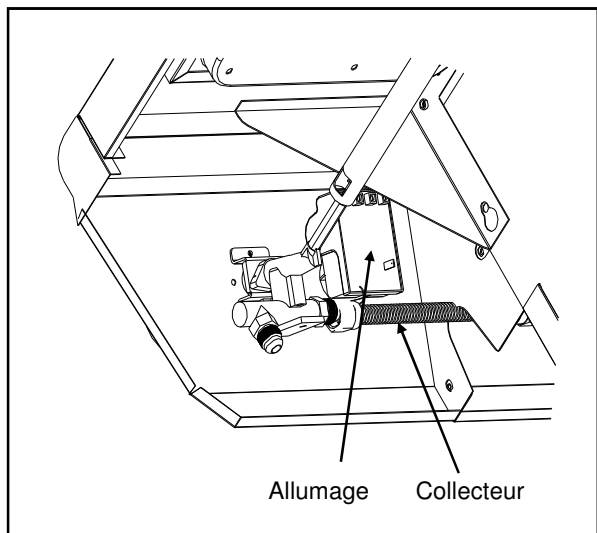

Fig.27
- (d) Poussez le bouton de commande (U) sur la tige de contrôle de la valve puis serrez-le à l'aide de la clé hexagonale. Voir la Fig.27.